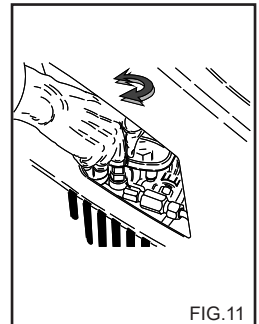

FIG. 11
O presente capítulo diz apenas respeito aos modelos dotados do dispositivo "Regulador de pressão". O dispositivo regulador de pressão, fig. 11 permite regular a pressão de trabalho. Rodando o manípulo C no sentido contrário ao dos ponteiros do relógio (B) (mínimo) obtém-se uma redução da pressão de funcionamento.